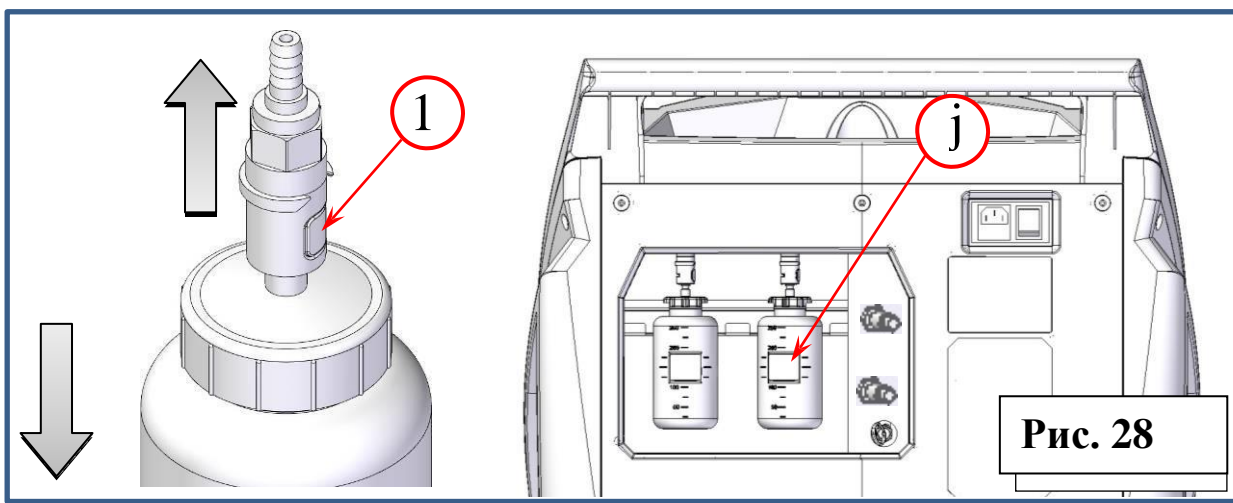

Рис. 28
1. Нажмите кнопку быстрого разъединения (поз. 1, Рис.28) для отсоединения масляного контейнера (поз. j, Рис.28);